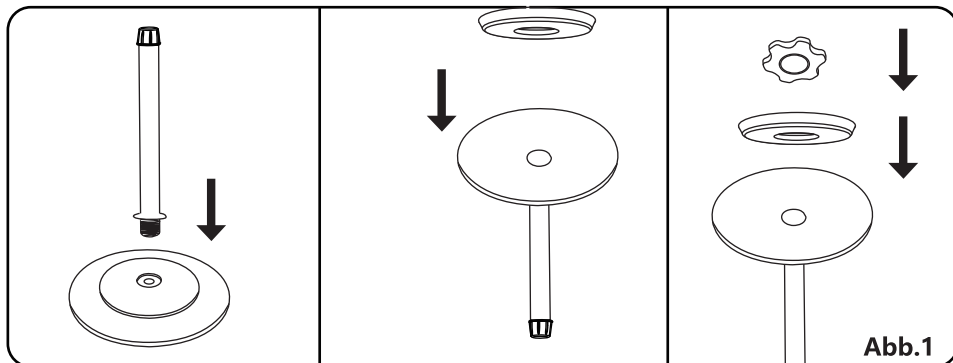

Abb.1
2. Bringen Sie den schwarzen Fuß an der Fußabdeckung an.(Abb. 1)